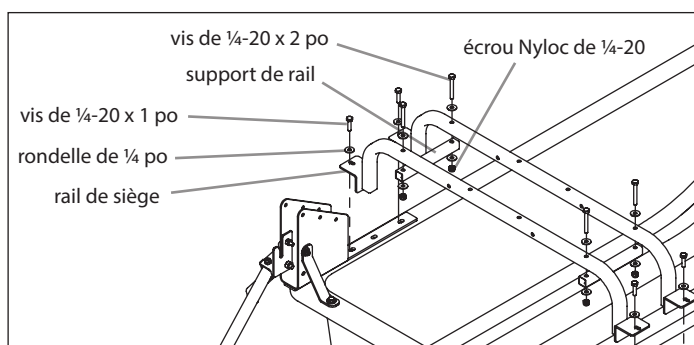

FIGURE 2
3. Attacher les deux (2) rails de siège (15033) avec quatre (4) vis de 1/4-20 x 1 po, huit (8) rondelles de 1/4 po et quatre (4) écrous Nyloc de 1/4-20. Le rail de siège le plus proche de l'avant du traîneau se pose sur le dernier trou oblong de la plaque d'espacement (11631) montée à l'étape 1. L'autre rail de siège (15033) se monte avec les deux (2) cales d'appui (11230) afin de maintenir la même hauteur entre les deux rails. **VOIR FIGURE 2**
4. Attacher les deux (2) supports de rail (15650) avec quatre (4) vis de 1/4-20 x 2 po, huit (8) rondelles de 1/4 po et quatre (4) écrous Nyloc de 1/4-20. **VOIR FIGURE 2**